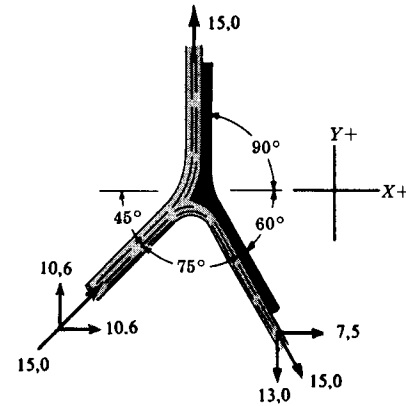

Fig. 11-2
7. El álabe fijo mostrado en la Fig. 11-2 divide el chorro de forma que salen en cada una de las direcciones 30 l/seg. Para una velocidad inicial de 15,0 m/seg, determinar los valores de las componentes en las direcciones X e Y de la fuerza necesaria para mantener el álabe en equilibrio (suponer que no existe fricción).